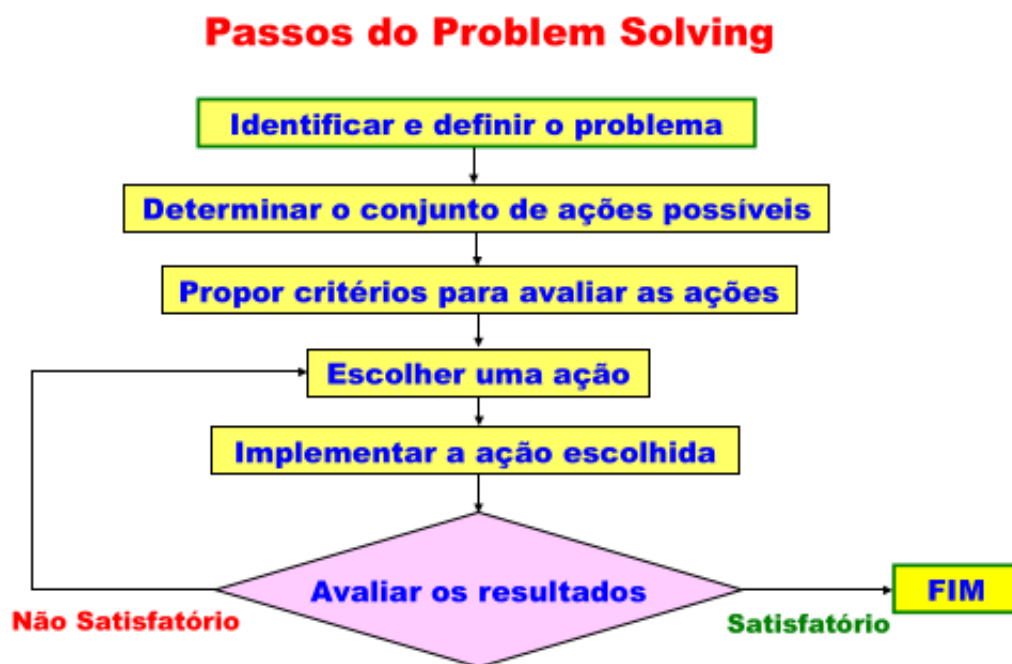

Figura 2.1: Correspondência entre os Passos do Problem Solving e elementos da Programação Linear.
A Figura 2.1 ilustra os passos do Problem Solving e sua correspondência direta com os elementos da Programação Linear (PL).